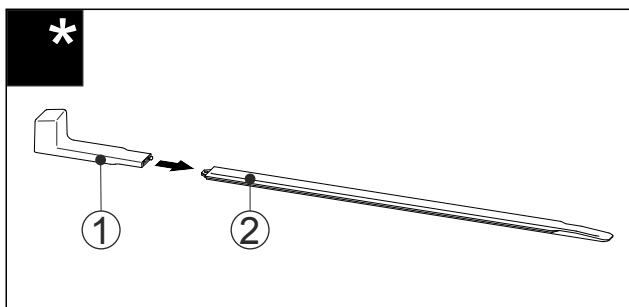

Fig. 54
- Dugja rá a szerelőfogantyút Fig. 54 (1) a szintezősínre Fig. 54 (2).